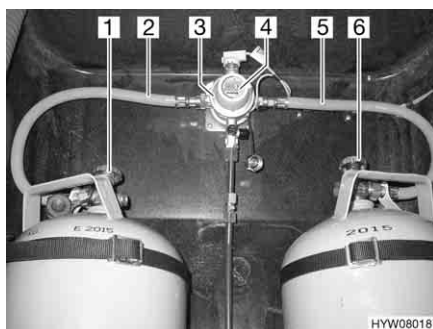
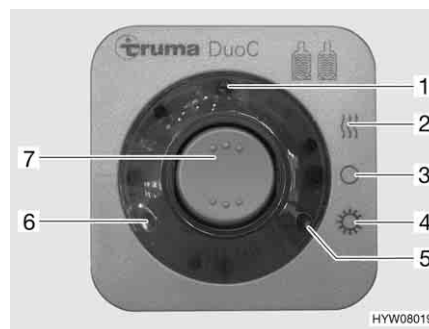

Fig. 102 Impianto di commutazione DuoControl
Fig. 103 Centralina di controllo
L'impianto di commutazione DuoControl è costituito da una valvola di commutazione (Fig. 102,3) e da una centralina di controllo (Fig. 103). La valvola di commutazione è installata tra i tubi del gas (Fig. 102,2 e 5). Con la manopola (Fig. 102,4) sulla valvola di commutazione è possibile stabilire, quale delle bombole del gas viene utilizzata come bombola in uso e quale bombola del gas viene utilizzata come bombola di riserva.
Sulla centralina di controllo (Fig. 103) possono venire azionate solo le funzioni elettriche. Le valvole principali di arresto delle bombole del gas (Fig. 102,1 e 6) devono essere aperti manualmente.
La valvola di commutazione garantisce una pressione del gas costante, indipendentemente da quale bombola provenga l'alimentazione del gas. Le due spie di controllo sulla centralina di controllo indicano il livello di riempimento della bombola in uso. Se è accesa la spia di controllo verde (Fig. 103,6), la bombola in uso è piena. Se è accesa la spia di controllo rossa (Fig. 103,5), la bombola in uso è vuota. Il rifornimento di gas avviene poi tramite la bombola di riserva.
- Aprire le valvole principali di arresto delle bombole del gas (Fig. 102,1 e 6).
- Con la manopola (Fig. 102,4) sulla valvola di commutazione (Fig. 102,3) selezionare la bombola del gas, da cui proviene la principale alimentazione del gas (bombola in uso).
- Sulla centralina di controllo (Fig. 103) attivare l'impianto di commutazione DuoControl.
Posizionare l'interruttore a bilico (Fig. 103,7) su funzionamento invernale "On e riscaldamento" (Fig. 103,2) oppure su funzionamento estivo "On" (Fig. 103,4). La valvola di commutazione è ora disareata. La spia di controllo gialla (Fig. 103,1) è accesa, se si seleziona la modalità di funzionamento invernale e l'impianto antighiaccio con regolatore è attivato.
- Portare l'interruttore a bilico (Fig. 103,7) in posizione "O" (Fig. 103,3). La spia gialla di controllo (Fig. 103,1) si spegne.
- Chiudere le valvole principali di arresto delle bombole del gas (Fig. 102,1 e 6).
Le spie di controllo sulla centralina di controllo (Fig. 103,5 e 6) segnalano all'interno del veicolo, se la bombola in uso è pronta al funzionamento.
Se la spia di controllo verde (Fig. 103,6) si spegne durante il funzionamento e la spia di controllo rossa (Fig. 103,5) si accende, significa che la bombola del gas selezionata come bombola in uso è vuota e deve essere sostituita. La bombola di riserva continua ad alimentare le utenze a gas.